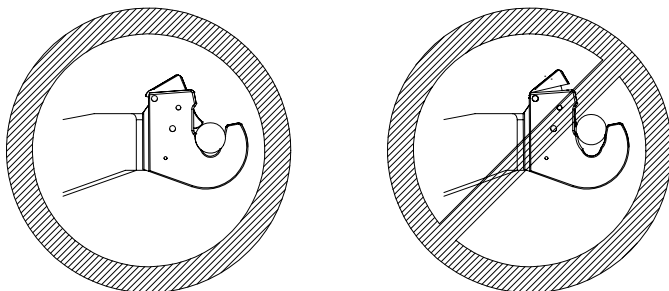

Fig. 6.9: Lås af liftkugler
- Check om kuglerne er låst korrekt (se fig. 6.9).
- Monter alle ringsplitter - fig. 6.9.